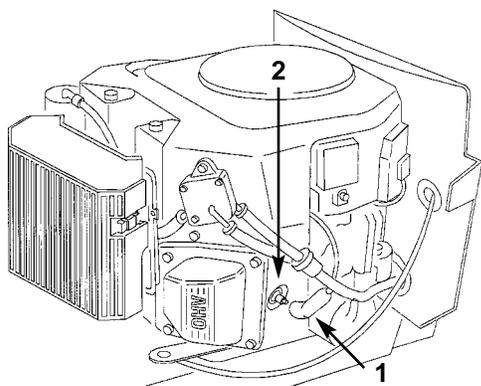

Figure 23
3. Togliete il cappello dalla candela (Fig. 23) e pulite attorno alla candela per impedire che lo sporco penetri nel motore e lo danneggi.
3. Spingete il cappello sulla candela (Fig. 23).